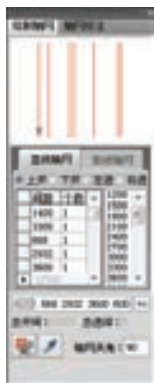

图 13-1 设置上开参数
1) 调用“绘制轴网”命令，在对话框中单击“上开”单选按钮，设置上开参数（1400、3300、668、2932、3600、600），如图 13-1 所示。